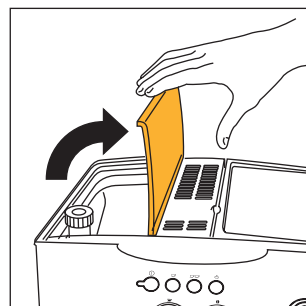

Fig. 2
- Öppna locket till behållaren för kaffeböner (fig. 2).